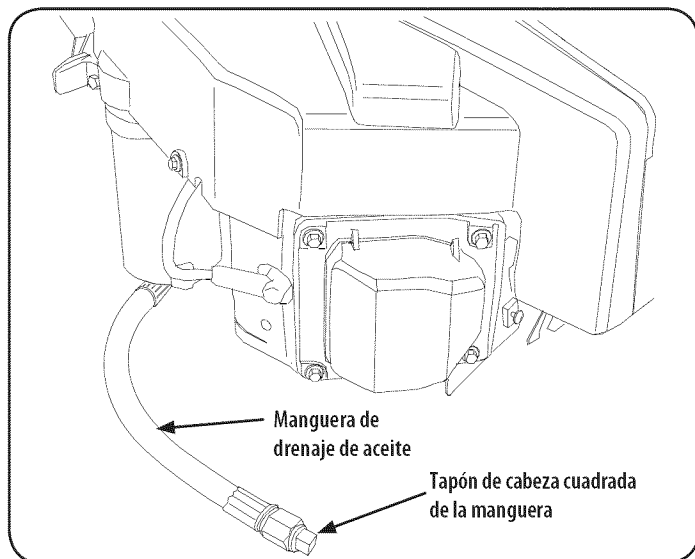

Figura 22
2. Ubique el orificio de drenaje de aceite del lado izquierdo del motor. Vea la Figura 22.
4. Mientras sostiene el extremo libre de la manguera de drenaje de aceite sobre el recipiente de recolección de aceite, desatornille el tapón de la manguera del extremo de la manguera. Vea la Figura 22. Drene el aceite del motor dentro del recipiente.